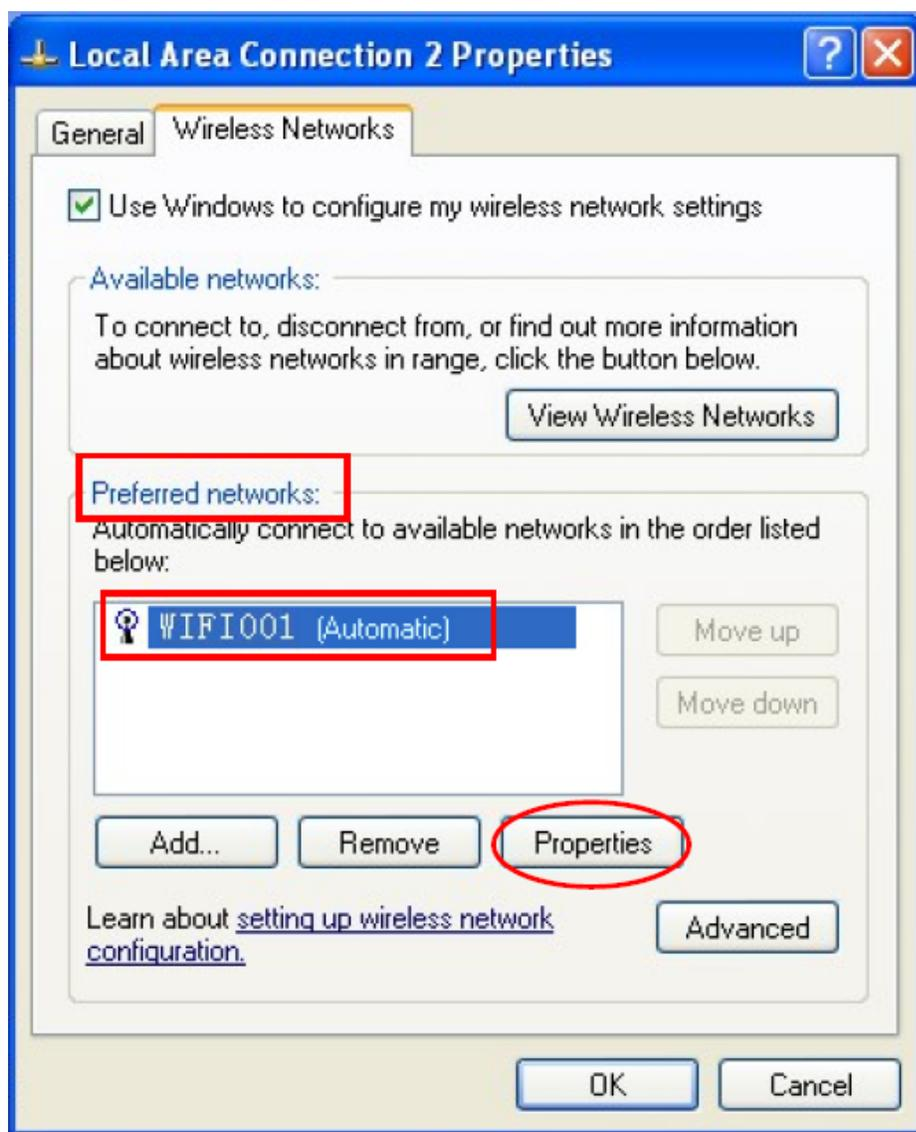

Figura 11
- ④ Seleccione el nombre de la red inalámbrica utilizada en “Preferred networks”, haga clic en “Properties” (como se muestra en la Figura 11).